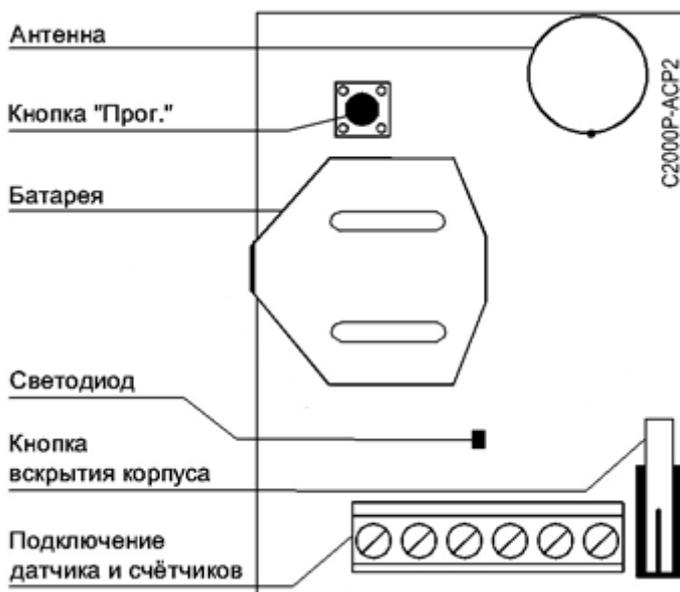

Рисунок 2.2 Расположение элементов на плате
На плате АСП2 располагается элемент питания и органы управления прибором (см. Рисунок 2.2):
- Нажать кнопку «Прог.» на плате АСР2 (см. Рисунок 2.2) на время более 3 секунд.
Тест качества связи запускается посредством короткого нажатия на кнопку «Прог.» на плате прибора (см. Рисунок 2.2). Запуск процедуры может занимать до 2 секунд, при этом прибор осуществляет анализ радиоэфира и регистрацию на оптимальном Радиоконтроллере или ретрансляторе.
- Отключите все источники питания и нажмите кнопку «Прог.» на плате устройства (см. Рисунок 2.2) до полной разрядки конденсаторов (5-10 с).